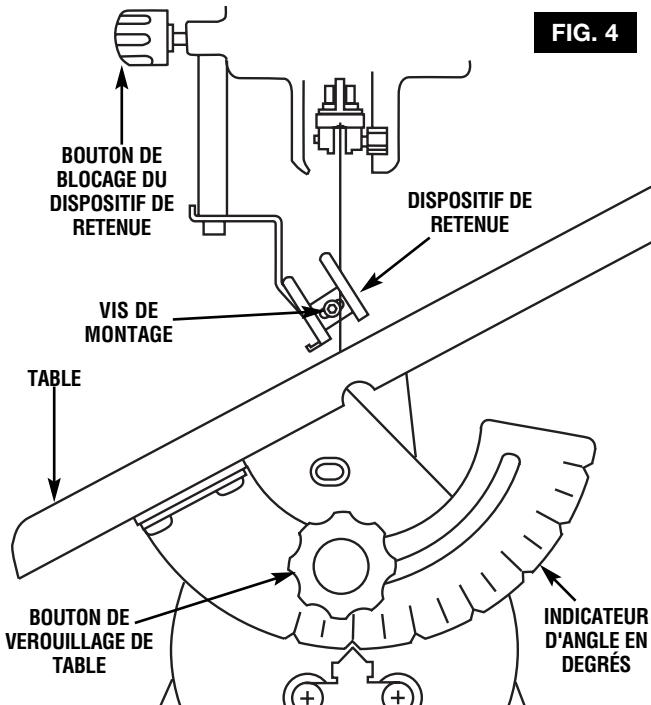

FIG. 4
1. Desserrez le bouton de verrouillage de table pour permettre à la table de s'incliner à droite ou à gauche. La table peut être bloquée à n'importe quel angle entre 0° (position horizontale de coupe) et 45° pour scier en biseau (Fig. 4). Votre outil est également muni de crans d'inclinaison qui arrêtent automatiquement la table tous les 15 degrés à droite comme à gauche.